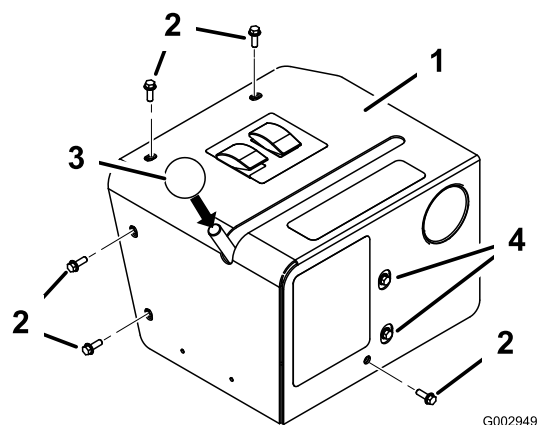

Bild 55
18. Montieren Sie die Steuerkastenabdeckung mit fünf Bundbolzen (1/4 x 3/4 Zoll) an der Befestigungshalterung des Steuerkastens (Bild 55).
19. Setzen Sie das Handrad auf den Ventilsteuerhebel (Bild 55).
20. Lösen Sie ggf. die Schrauben an der Frontplatte und verlagern Sie das Ventil, damit der Hebel sich ungehindert im Schlitz bewegen kann (Bild 55).